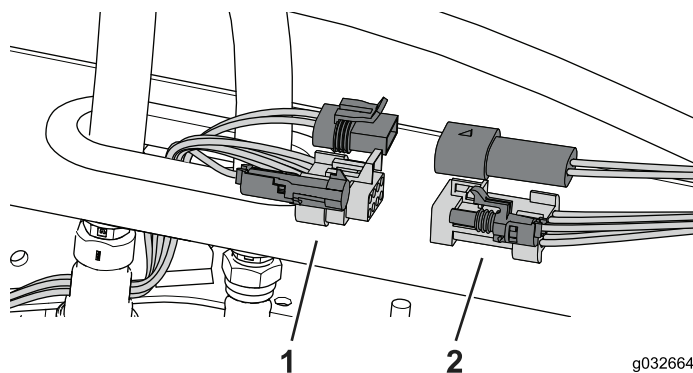

図 108
3. 機体のワイヤハーネスからキャブ用のイヤハーネスを外す **図 108**。